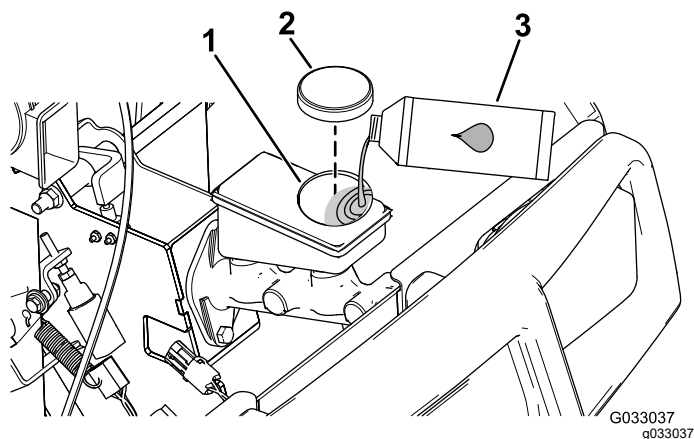

図 67
4. フードを持ち上げてブレーキのマスターシリンダとブレーキ液タンクにアクセスできるようにする 図 67。
- A. ウェスでタンクのキャップの周囲をきれいに拭いてキャップ外す 図 67。
- C. タンクにキャップを取り付ける 図 67。